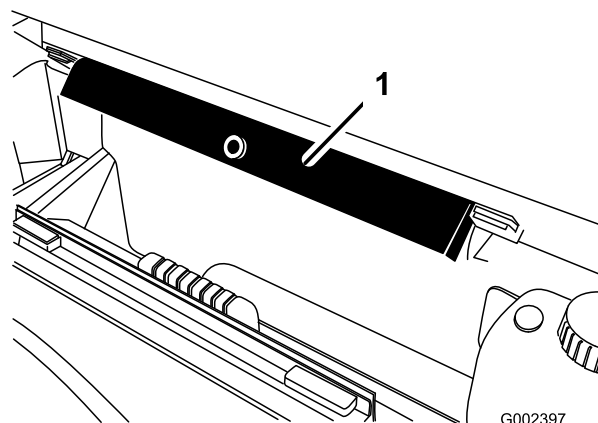

Figura 42
7. Retire o suporte da plataforma dos suportes existentes na parte de trás do painel do sistema ROPS (Figura 42).